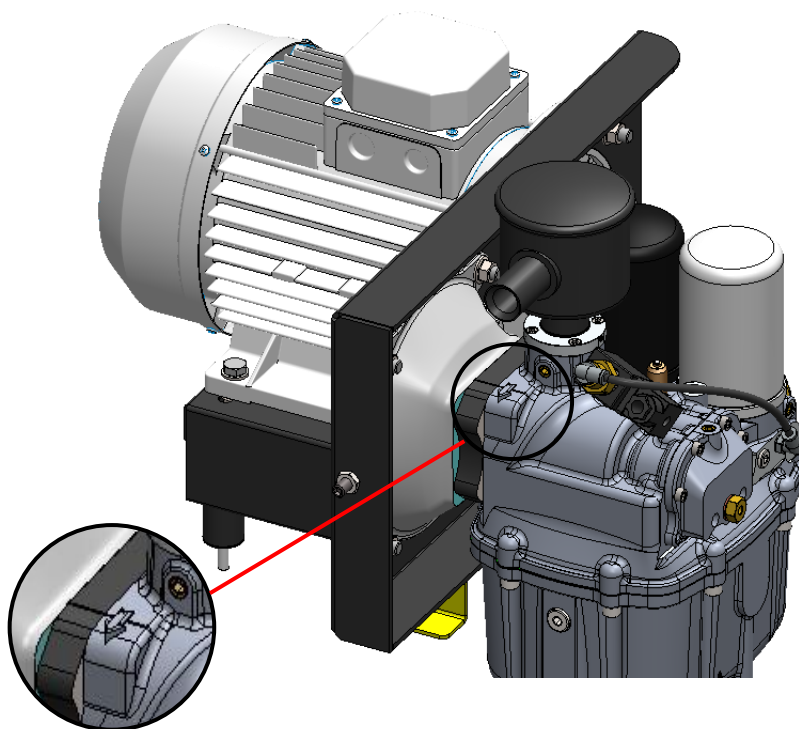

Figura 8
- Se le fasi della linea di alimentazione sono posizionate correttamente, il gruppo vite ruoterà come indicato dalla freccia nella **figura 8**.
La rotazione inversa del gruppo vite rispetto il verso della freccia in rilievo indicata nel corpo (Vedi figura 8) può danneggiare il gruppo vite!